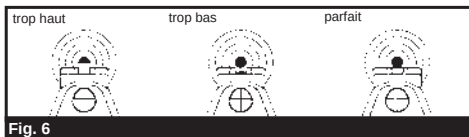

Fig. 6
- Vous visez correctement avec votre pistolet à air lorsque la lame du guidon est exactement au centre du cran de mire. La partie supérieure de la lame du guidon devrait être égale à la partie supérieure de l'encoche du cran de mire. La cible devrait sembler reposer sur le dessus du guidon (**Fig. 6**).